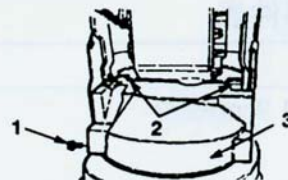

图 4
- 用 2 个 1/2 英寸(1.3cm)螺栓将下皮带罩安装于发动机架板和叶轮腔上。(图 4)